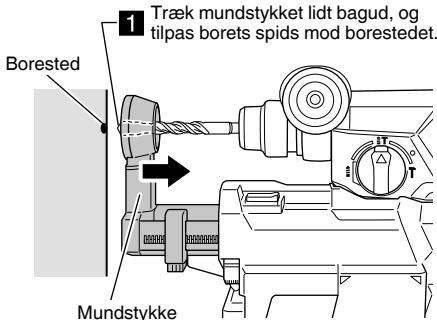

Fig. 10
- (1) Tag fat i mundstykket med hånden, og træk det lidt bagud, og ret borets spids ind med det punkt, der skal bores. (Fig. 10)